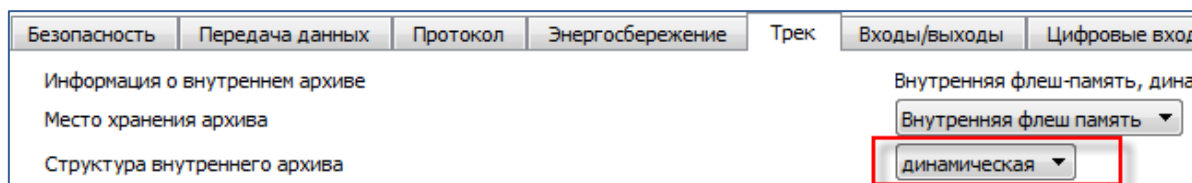

Рисунок 7. Настройка динамической структуры хранения архива
4. перейдите на страницу «Настройки» на вкладку «Трек», установите динамическую структуру хранения архива (Рис. 7);